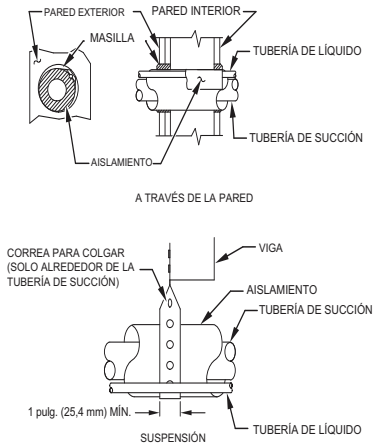

Fig. 1 – Instalación de la tubería de conexión
5. Al tender los tubos de refrigerante a través de la pared, selle la abertura con RTV u otro tipo de masilla de silicona flexible (consulte la Fig. 1).
7. No suspenda las tuberías de refrigerante en vigas ni travesaños con un cable o correa rígidos, en contacto directo con las tuberías (consulte la Fig. 1).
9. Si es necesario, use correas para colgar de 1 in de ancho que se adaptan a la forma del aislamiento de la tubería (consulte la Fig. 1).